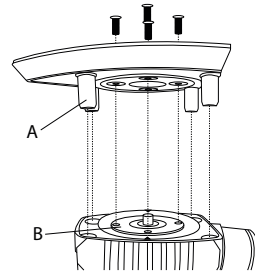

Abbildung 1
- ◆ Montieren Sie jetzt die gewünschte Schleifplatte. Stellen Sie sicher, dass die Befestigungsplatte **B** zu der Schleifplatte ausgerichtet ist. Die Gewindebohrungen der Befestigungsplatte **B** müssen zu den entsprechenden Löchern der jeweiligen Schleifplatte ausgerichtet sein. Die Kunststoffstifte **A 15** (nur Schleifplatte **9** und **11**) zu den Löchern im Gerät (siehe Abb. 1).